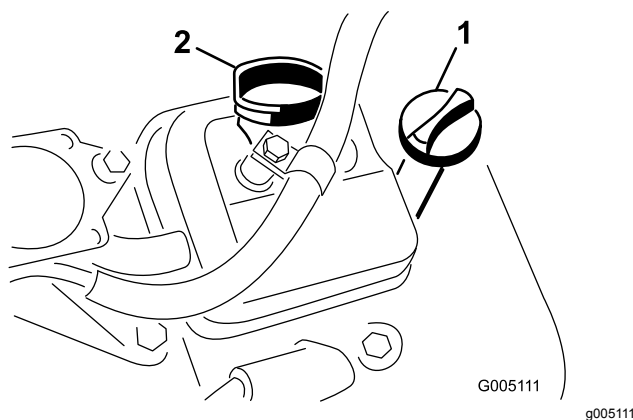

Figura 33
3. Insira a vareta no tubo da vareta e enrosque-a no tubo (**Figura 33**).